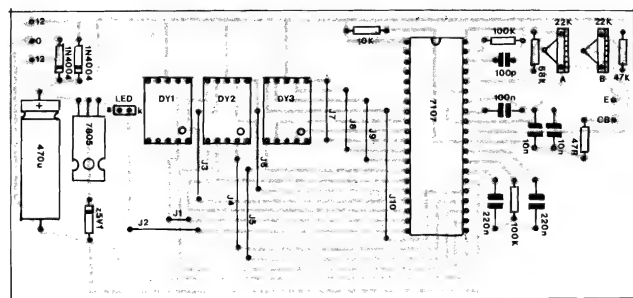

Fig.5
- **FIG. 5 - "CHAPEADO" DA MONTAGEM** - A placa, agora vista pelo seu lado não coberto traz a indicação visual, claramente estilizada (dentro das normas adotadas por A.P.E., com as quais Vocês, Leitores/Hobbyists, já estão acostumados...) de todos os componentes, identificados pelos seus códigos, valores, polaridades e outras características... O importante, mesmo, é observar o posicionamento dos componentes **polarizados**: o "Integrado" 7107 deve ficar com sua extremidade "marcada" situada entre os resistores de 10K e 100K, os três **displays** devem ser inseridos na placa, de modo que os "pontos decimais" fiquem no canto inferior direito... Os diodos, inclusive o **zener**, devem ser posicionados considerando a "direção" da extremidade marcada com um anel ou faixa... A polaridade do capacitor eletrolítico deve ser observada... A inserção e o posicionamento do Integrado 7805 também merecem atenção (na placa, depois de ter seus terminais devidamente soldados e dobrados, ele fica com a sua "costa" metálica voltada para cima...). Quanto ao LED, seus